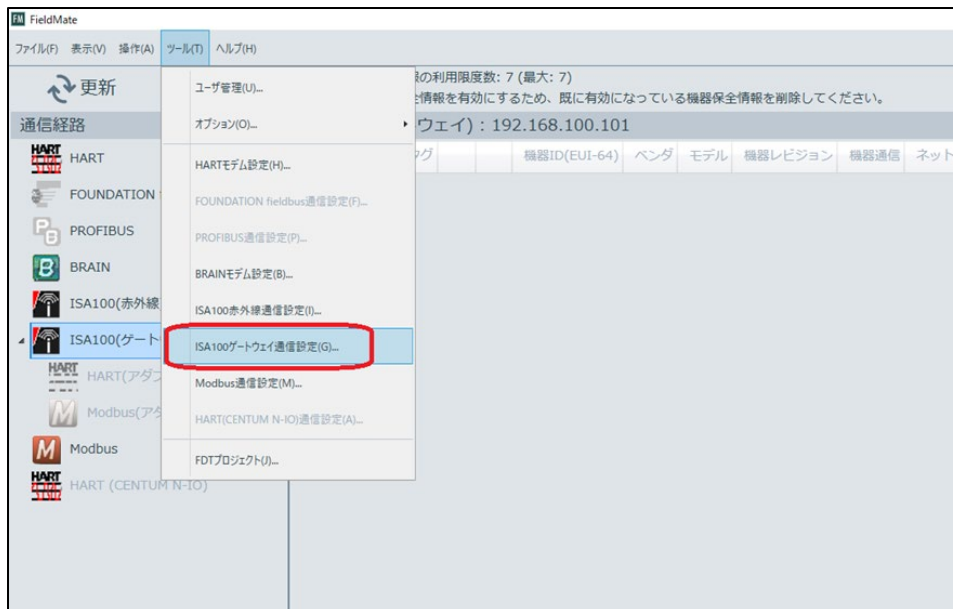

図 5-6 セグメントビューワ (ISA100 ゲートウェイ通信設定メニュー)
- ③ メインメニュー⇒ツールの「ISA100 ゲートウェイ通信設定」を選択します。(図 5-6)